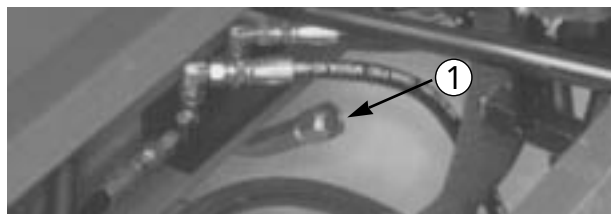

図18
3. 注油口のネック (図18) からディップスティックキャップを抜き、ウェスで拭いてからもう一度差し込んで引き抜き、オイルの量を点検する：マークから12 mm 以内になれば補給する。入れすぎに注意。マークより6 mm 上を上限とする。